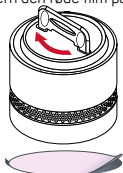

Fig. 3
For at tilføje røgdetektoren til alarmsystemet skal du aktivere koblingstilstand af WiPro III (safe.lock) som beskrevet i manualen til WiPro III (safe.lock). Fjern derefter dækslet på huset ved at dreje det) (se fig. 3) og tryk på knappen inde i røgdetektoren.
Forberedelser (se fig. 3):
- Aktivér røgdetektoren ved at samtidig trykke monteringspladen ned og dreje den med uret (se fig. 3). Røgdetektoren aktiveres, når husets dæksel klikker på plads.